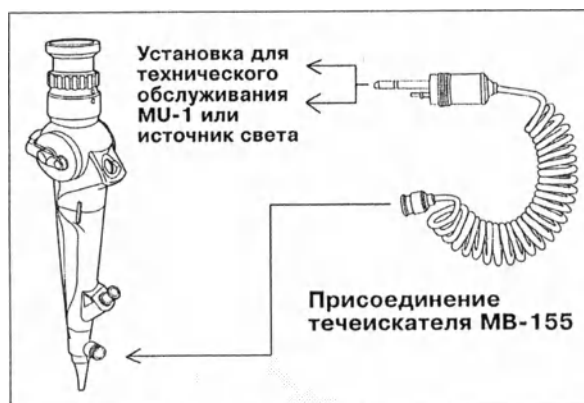

Рис. 7.11
2. Присоедините коннектор течеискателя к контактному разъёму на выходе установки для технического обслуживания (MU-1) или источника света и включите электропитание установки для технического обслуживания или источника света. В случае использования источника света, установите переключатель потока воздуха в положение «HIGH» или «3» (см. рис. 7.11).
4. Присоедините течеискатель к выпускному коннектору эндоскопа (см. рис. 7.11).